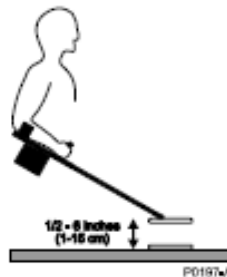

Figura 17 - Planta Equilibrio
i) Colocar la bobina arriba y hacia abajo cerca de la superficie del suelo. Esto permite que la Automática baja disponga de Balance para ajustar el equilibrio. Mantenga "pumping" la bobina hasta que se ningún cambio en la señal de audio que acompaña a el movimiento (ver Figura 17).